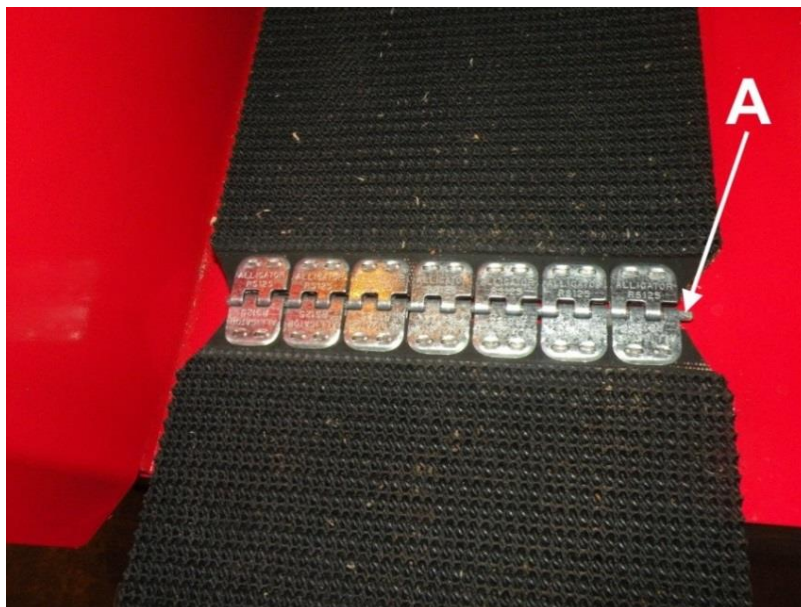

Bild 26
4. Lossa anslutningen genom att dra ut tappen A (Bild 26) för anslutningen till exempel med en tång.
8. Fäst anslutningen genom att montera tappen A (Bild 26) på plats vid anslutningspunkten.